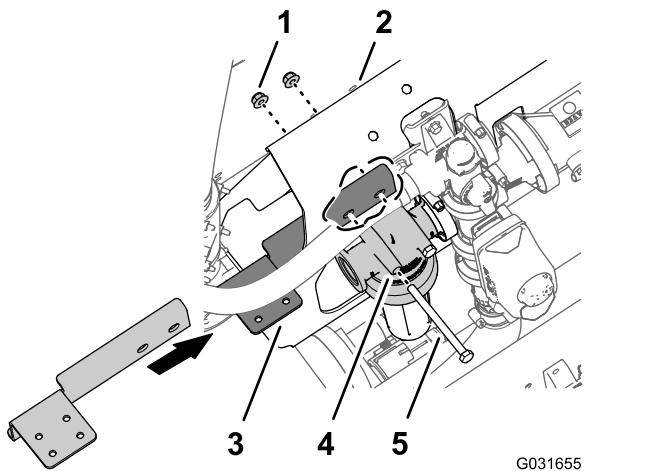

Figura 222
4. Retire las 2 contratuerca con arandela prensada (5/16") que sujetan el cabezal del filtro al bastidor del distribuidor (Figura 222).
5. Alinee los orificios en la brida larga del bastidor de la válvula de cierre (Pieza Toro N° 131-3725-03) con los 2 pernos (5/16" x 4") en la parte delantera del bastidor del distribuidor (Figura 222).
6. Monte el bastidor de la válvula de cierre al bastidor de distribuidor y a los pernos con las 2 contratueras con arandela prensada que retiró en el paso 4 (Figura 222).